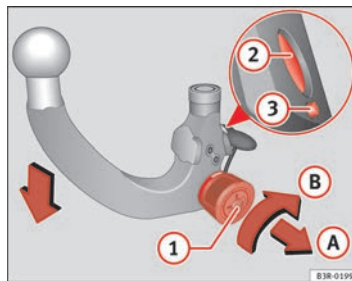

Fig. 166 Dispositivo desmontable para remolque: Pretensar la rótula
- Introduzca la llave ① ⇒ página 216, fig. 166 en la cerradura de la rueda moleteada y gírela en dirección a la marca roja.
- Tire de la rueda moleteada en la dirección que indica la flecha A y gírela a continuación sin dejar de tirar de ella en la dirección de la flecha B hasta que el perno de bloqueo ② encastre y pueda verse que la palanca de desenclavamiento ③ sale ⇒